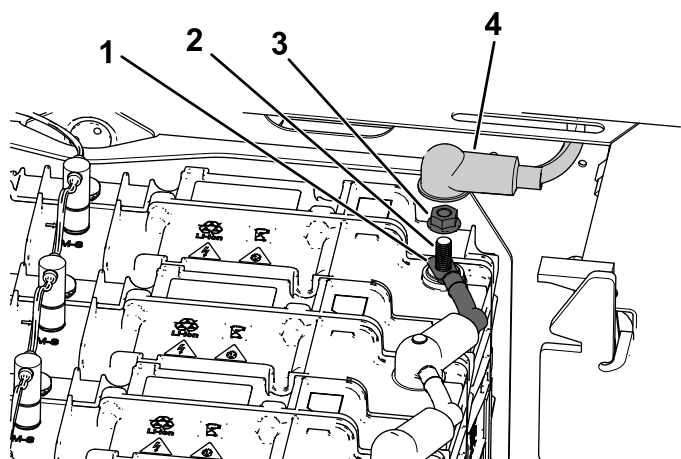

Bild 43
2. Ziehen Sie die Anschlussklemme des Minuskabels vom Akkupol ab (Bild 43).
1. Schließen Sie das Minuskabel (-) des Akkus mit der Bundmutter am Akku an (Bild 43).
2. Setzen Sie die negative (-) Polabdeckung auf den Akkupol auf (Bild 43).